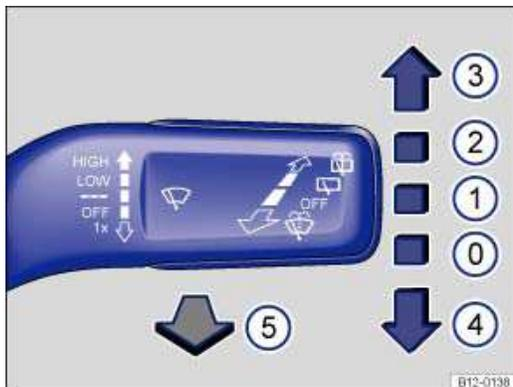

Abb. 70 Frontscheibenwischer bedienen.
- Scheibenwischerhebel kurz nach unten drücken → Abb. 70 ④.